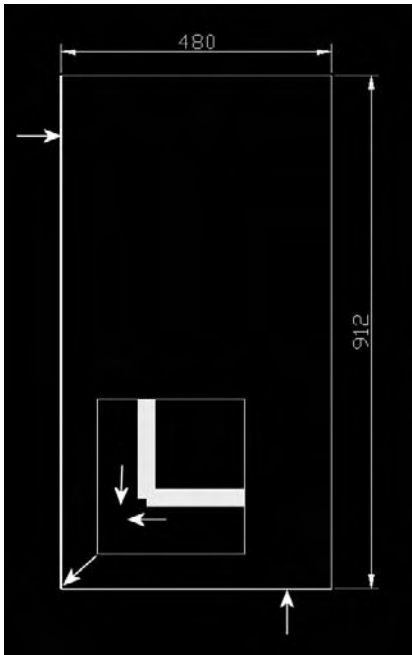

Fig.14.2
- 5 Prolongez chaque extrémité de 1 cm (fig.14.2).